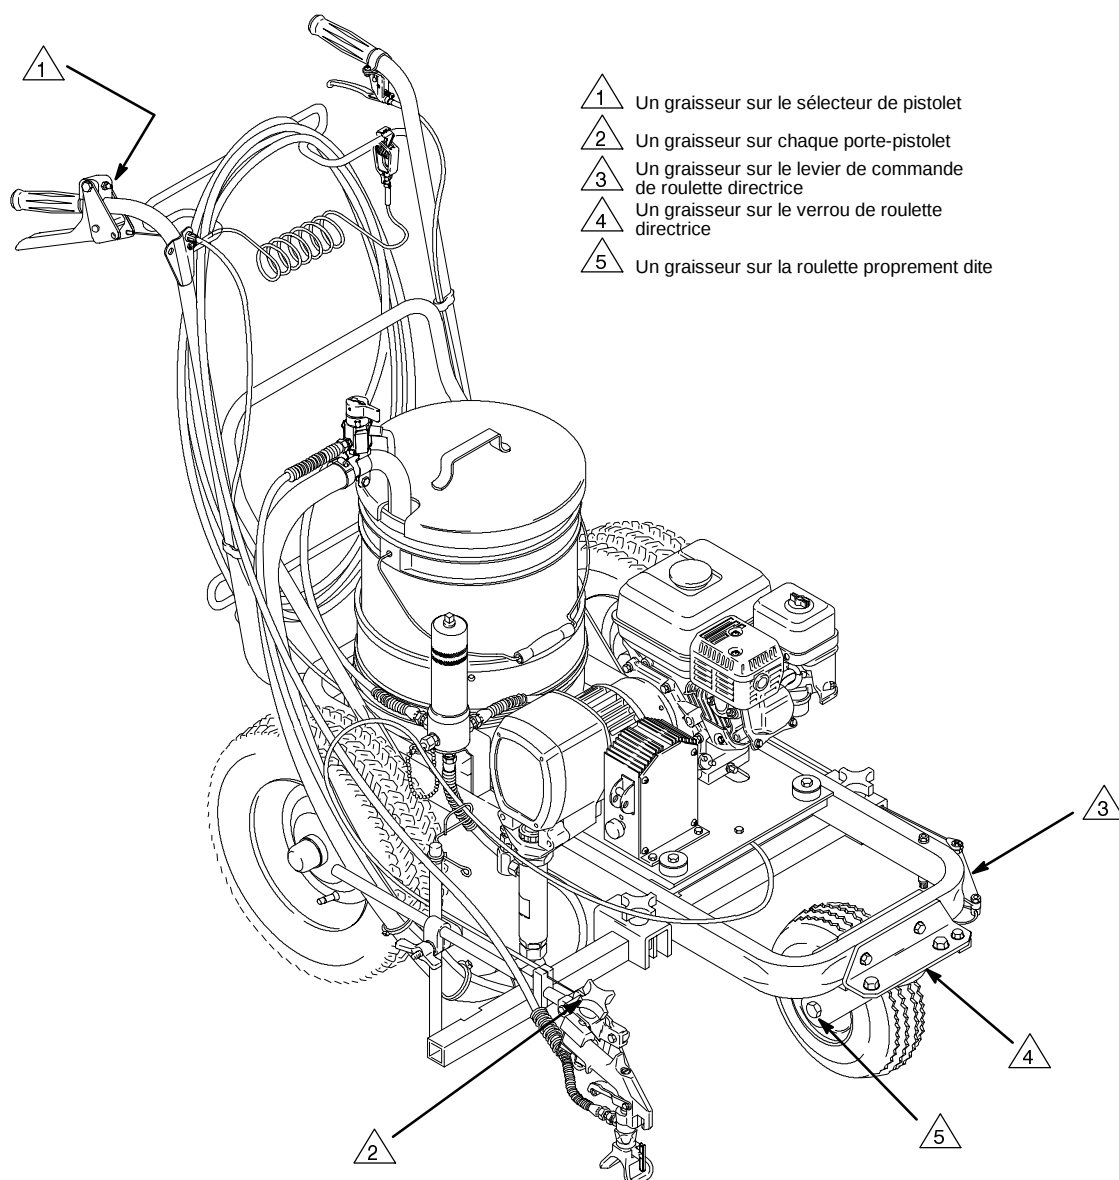

Fig. 22
Toutes les semaines: à l'aide d'une pompe à graisse, injecter de la graisse dans les raccords graisseurs (32) de l'appareil. La graisse contribue à purger les pivots de la peinture qui s'y accumule. Voir Fig. 22.